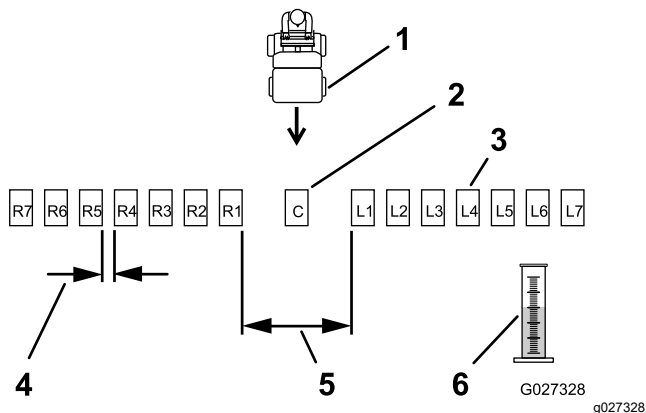
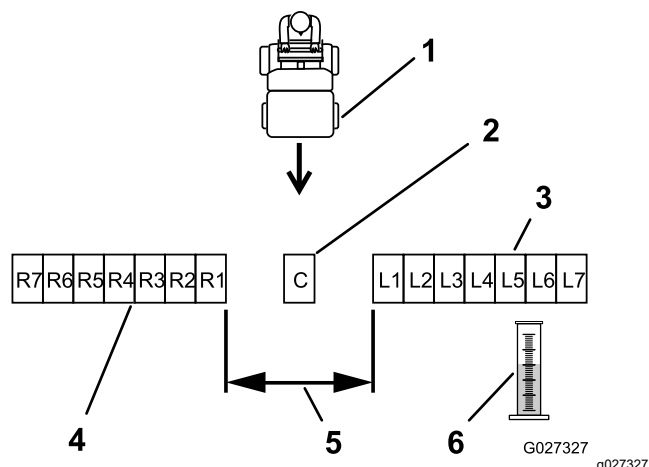

図 28
図 29
2. 残りの容器を図 28 または図 29 のように一直線に並べる。
左右それぞれの側に 6 個の容器を 30 cm 間隔で並べる (図 28)。
左右それぞれの側に 6 個の容器をすき間を開けずに並べる (図 29)。
6. 各容器に識別番号などを振る例 L2, L1, センター, R1, R2 など 図 28 と 図 29 を参照。